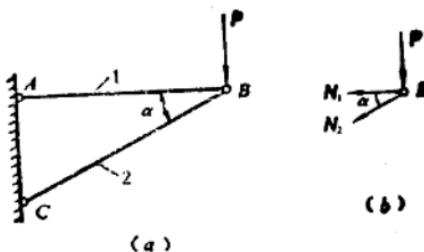

图 1.12
1.12 图 1.12 所示结构中, 两杆材料相同, 横截面面积之比 $\frac{A_1}{A_2} = \frac{2}{3}$, B 铰处作用铅垂向下的载荷 P , 试求当两杆内的应力相等时夹角 α 的数值。